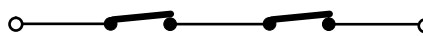

Fig. 12
**NOTA: Si dos o varios dispositivos tienen la misma función (apertura o cierre) deben conectarse en serie entre sí (véase fig.12). Deben utilizarse contactos N.C.**